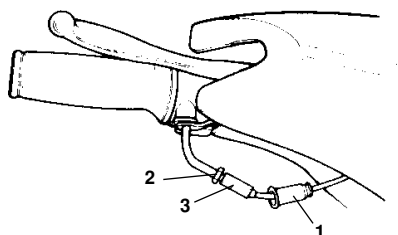

Fig. 40
- Sfilare il gommino di protezione (1 - Fig. 40), allentare il controdado (2) ed agire sul registro (3).
- slide off the rubber tube (1 - Fig. 40), slacken the locknut (2) and operate the adjuster (3); allow a play of **2 mm**;